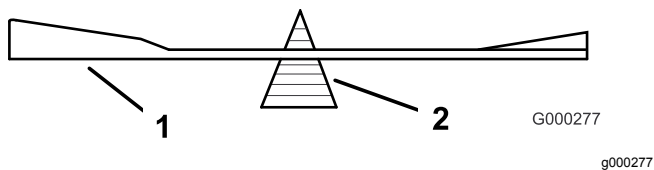

**Figura 111**
1. Utilice una lima para afilar el filo de corte en ambos extremos de la cuchilla (Figura 111).